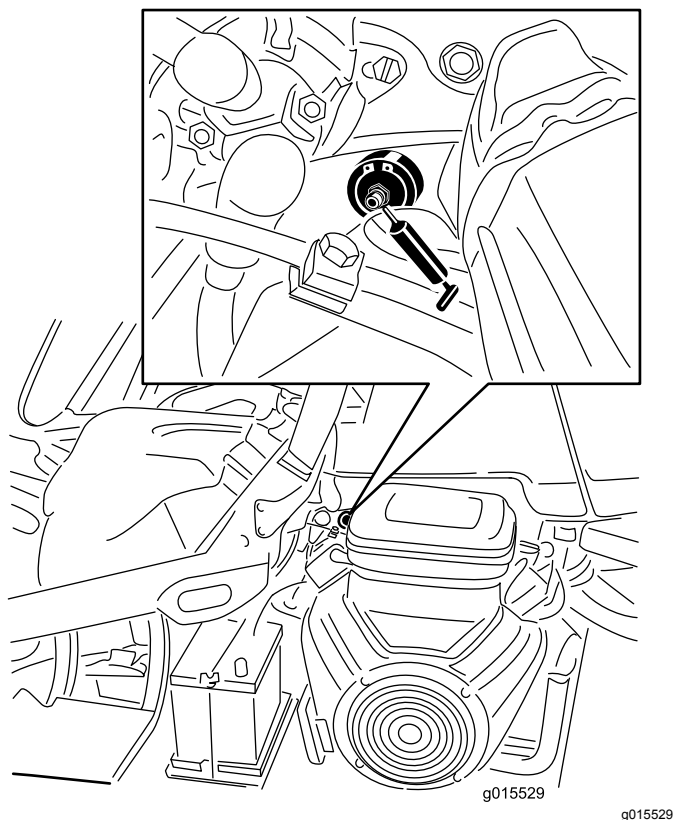

Figura 29
1. Pulite il raccordo di ingrassaggio in modo da non forzare corpi estranei all'interno del cuscinetto o della boccola (**Figura 29**).